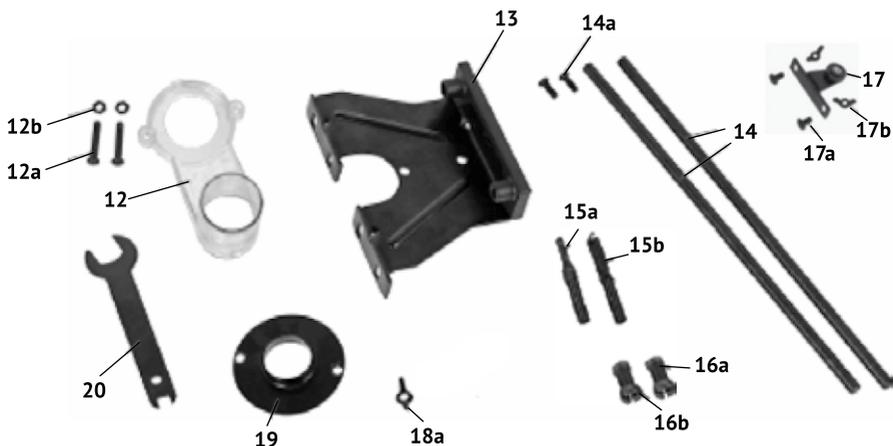

рис.2
- параллельный упор (рис.2 поз.13) с осями (рис.2 поз.14) позволяет обрабатывать изделие на определённом расстоянии от прямолинейного края заготовки (фрезерование пазов, канавок, сверление отверстий и т.п.);
- роликовая направляющая (рис.2 поз.17), закреплённая на параллельном упоре (рис.2 поз.13), позволяет производить фрезерование на равном расстоянии от края заготовки любой конфигурации (прямолинейная, криволинейная, угловая);
- направляющая втулка (рис.2 поз.19), позволяет фрезерование заготовки
Пластиковый патрубок пылеотвода (рис.2 поз.12) позволяет подключить пылесос для удаления стружки из зоны фрезерования.